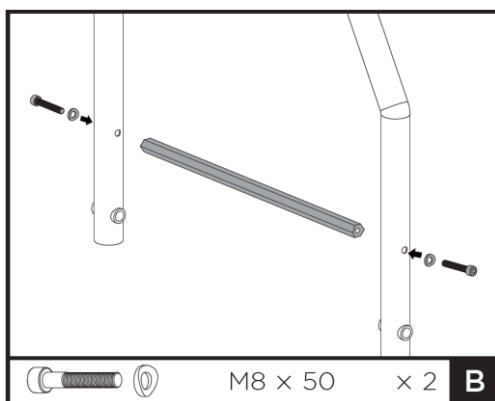

Fig. 4b
3. Per le gambe di supporto posteriori, allineare i fori sulle gambe di supporto posteriori con quelli sui tubi di collegamento (j) e sull'albero di collegamento (i). Utilizzare bulloni M8x50 (B) e rondelle per fissare il collegamento. Vedere la Fig. 4b.